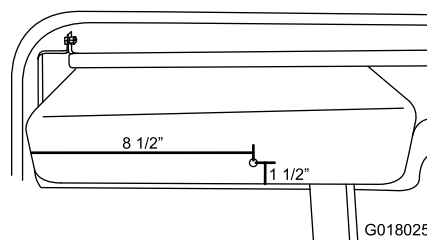

Рисунок 21
- Просверлите отверстие (диаметром $\frac{5}{16}$ дюйма) в вещевом ящике на расстоянии 216 мм от его левой части и 38 мм от его нижней части (Рисунок 21).